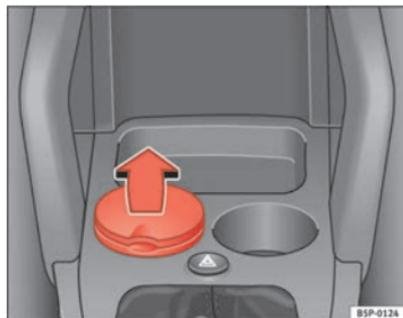

Fig. 117 Cinzeiro alojado no suporte de bebidas dianteiro
- Para abrir o cinzeiro, levantar a tampa ⇒ fig. 117.